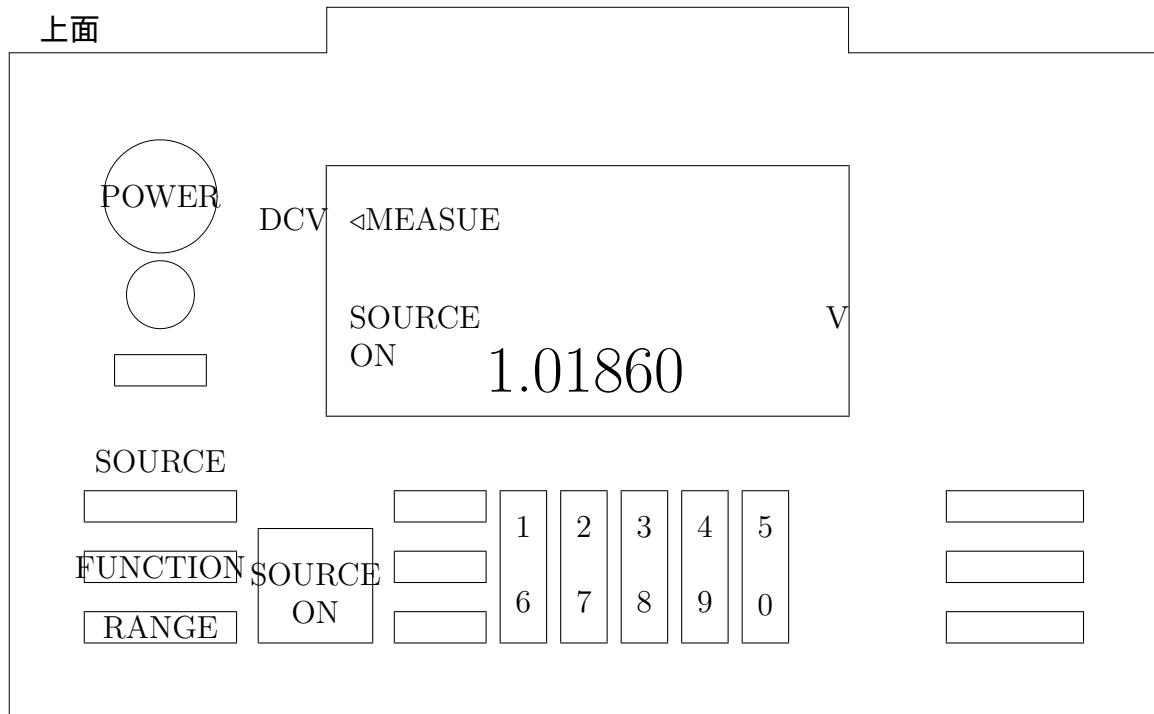

図 13.3: コンパクトキャル
- 上面の POWER スイッチ(図 13.3 参照)を押す。
- 液晶の表示部(図 13.3 参照)に”MEASURE”、”SOURCE”、”OFF”、”0.000”、”mv”が表示されるのを待つ。
- ”SOURCE”の”RANGE”ボタン(図 13.3 参照)を押し、液晶の表示部の”mv”と”0.000”を”v”と”0.00000”に変える。
- 図 13.3 の”1”から”0”までのキーを使用して液晶表示部の”0.00000”を”1.01860”的表示に変える。
- ”SOURCE ON”キー(図 13.3 参照)を押し、液晶表示部の”OFF”を”ON”に変える。以上の操作により、電位差計へ標準電圧の接続は終了する。